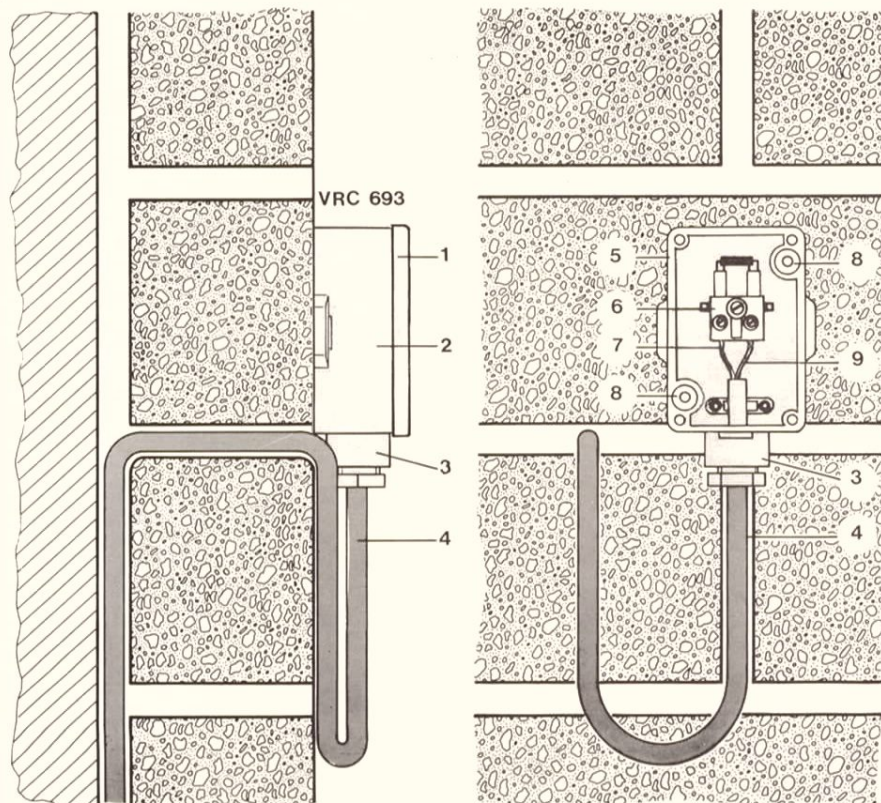

Abb. 2
Die Ader (7) und die Ader (9) entsprechend der Abbildung 2 und 13 anklammern.